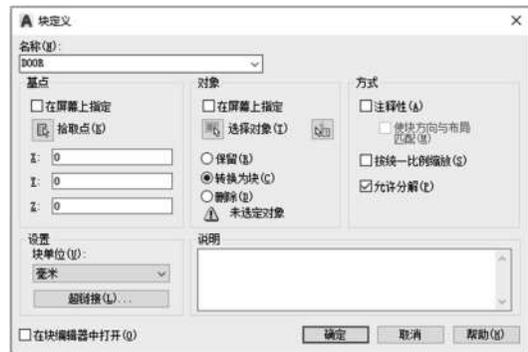
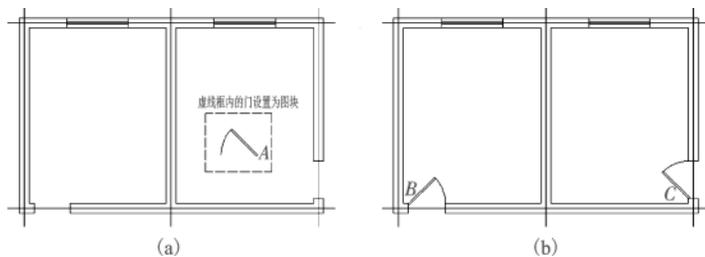

图 1-61 “块定义”对话框
图 1-64 块操作实例
调用命令后弹出“块定义”对话框，如图 1-61 所示。
**【实例 1-27】** (1) 将图 1-64(a) 图中的门定义为图块，图块名称为 door。将图块 door 插入到图形中指定的位置，完成后的图形如图 1-64(b) 所示。(2) 将图块 door 以文件形式保存在“d:\建筑构件”文件夹下，文件名为“平开门”。
- ① 打开已绘制好的图 1-64(a)，将门定义为块，选择 A 点(矩形右上角点)为基点。
- ② 按  $x=-1$  的比例插入左侧的门，插入点为门洞的左上角点 B。
- ③ 按  $x=-1$  的比例， $90^\circ$  的旋转角度插入右侧的门，插入点为门洞的左下角点 C。
- ④ 将图块 door 存盘。
①打开已绘制好的图 1-64(a)，执行【创建块/B】命令，在弹出的“块定义”对话框(图 1-61)名称栏中填 door；单击【选择对象】左边的按钮，选择门为块图形；单击【拾取点】左边的按钮，选择 A 点(矩形右上角点)为基点，单击【确定】完成门块定义。